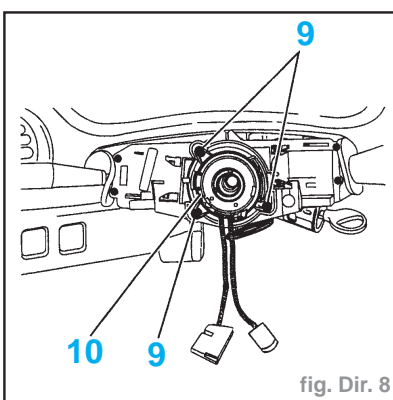

fig. Dir. 8
- Déposer les fixations (9) (fig. Dir. 8).
- Dégager les faisceaux du contacteur tournant (10) au-travers du support combinatoire.